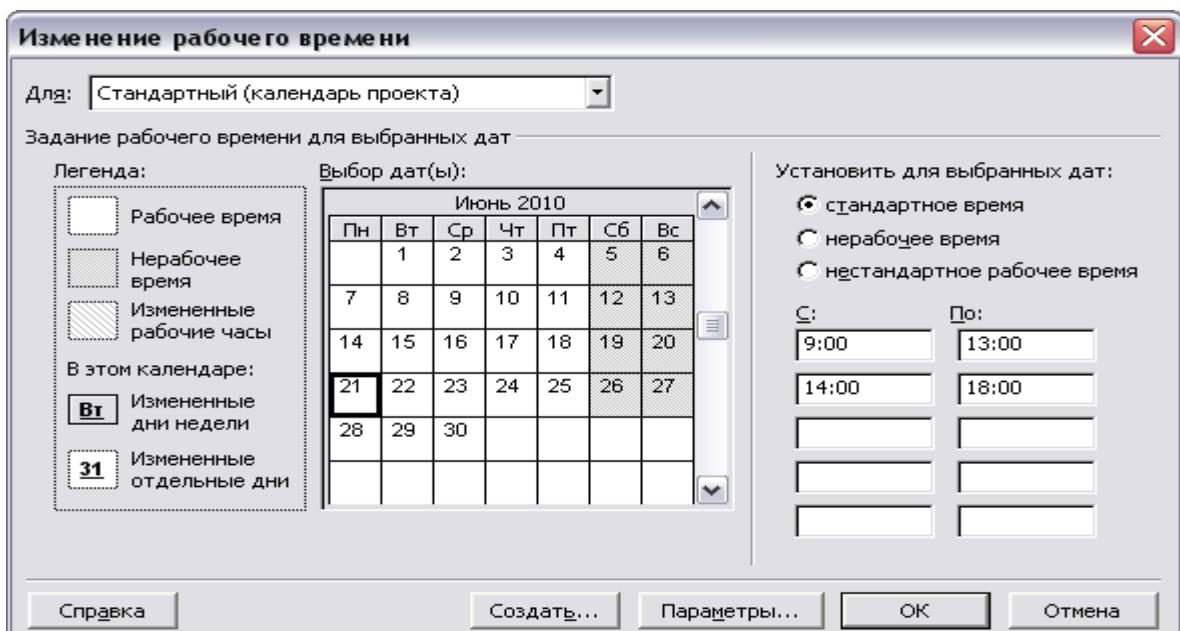

Рис. 10. Диалоговое окно для настройки календаря проекта.
6. Привести в соответствие календарь для текущего проекта с настройками Стандартного календаря (изменили время с 8,00 на 9,00 и т.д.) через команды Сервис - Изменить рабочее время. В появившемся диалоговом окне (рис. 10) настроить рабочее время: с 9,00 по 13,00 и с 14,00 по 18,00 (здесь же можно настроить индивидуальный календарь для конкретного ресурса).